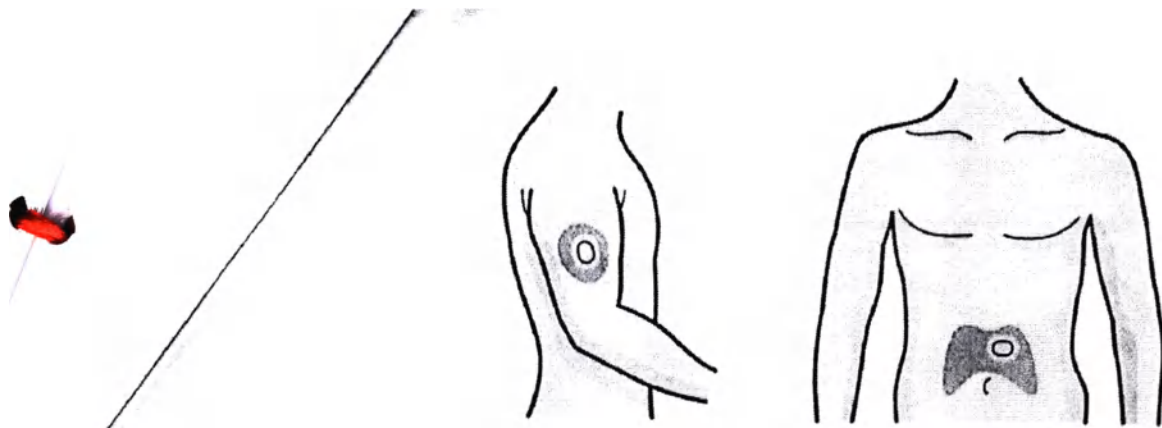

Рисунок 1. Выбор места установки для измерения уровня глюкозы
1. Прикреплять датчики можно только на переднюю поверхность живота или на заднюю поверхность руки между плечом и локтем (рисунок 1).